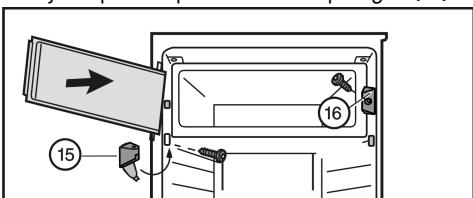

Fig. 8
- ▶ Montirajte zapiralo Fig. 8 (16).
- ▶ Montirajte ležajni podstavek Fig. 8 (15) in zaprite pokrov.